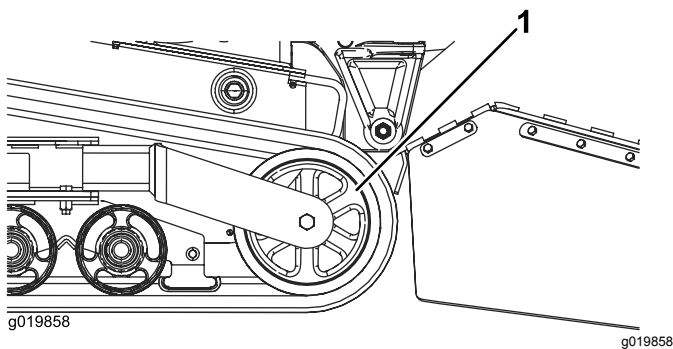

Bild 49
5. Drücken Sie das Spannrاد ganz nach hinten (Bild 49).
7. Wenn Sie die Kette vom Spannrاد entfernt haben, nehmen Sie sie von der Maschine ab (Bild 49).